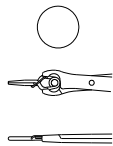

Fig. 3
- (1) Antes de utilizar, el dispositivo debe ser esterilizado en las condiciones de esterilización estándar o en condiciones de esterilización validadas, cuya validación esté aprobada por las organizaciones médicas de cada país o región.
- (2) Compruebe que el clip esté firmemente sujetado en la ranura de la pieza de sujeción de la pinza. (Fig. 3)